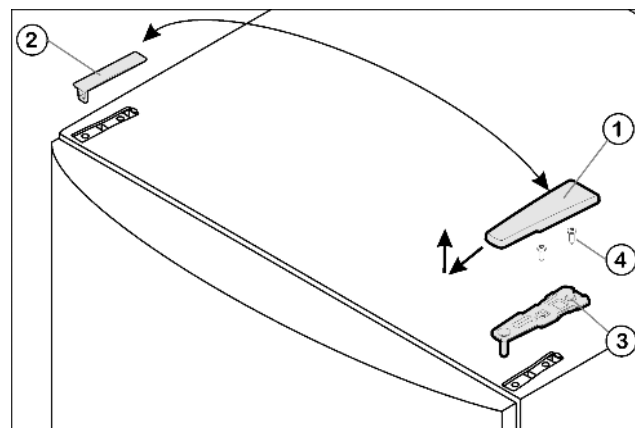

Fig. 4
- Kryt Fig. 4 (1) stáhněte dopředu a nahoru.
- Kryt Fig. 4 (2) zvedněte.
- Horní stojan ložiska Fig. 4 (3) odšroubujte (2 krát Torx® 25)
- Fig. 4 (4) a stáhněte nahoru.
- Horní stojan ložiska Fig. 4 (3) vložte na nové straně závěsu do dvířek.
- Horní stojan ložiska přišroubujte (s 4 Nm) (2krát Torx® 25) Fig. 4 (4). Díry pro šrouby případně předem propíchněte nebo použijte akumulátorový šroubovák.
- Kryt Fig. 4 (1) a kryt Fig. 4 (2) vždy na opačné straně zvenku nasadte a zaklesněte.